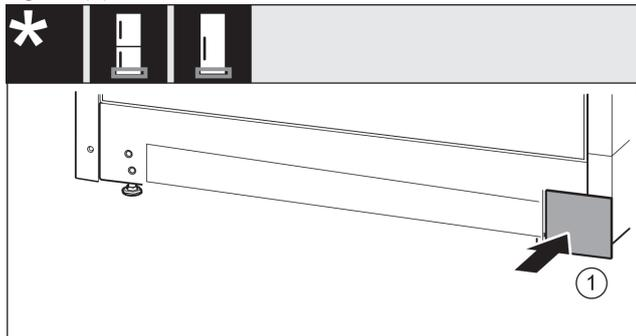

Fig. 20
- ▶ Снова установите крышку с другой стороны. *Fig. 20 (1)*